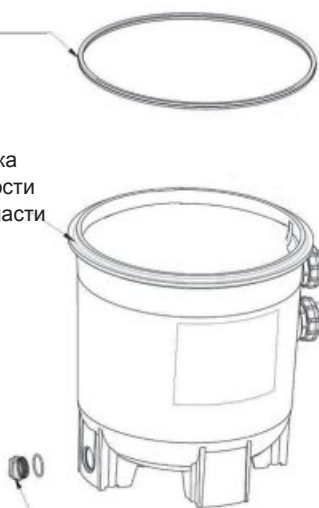
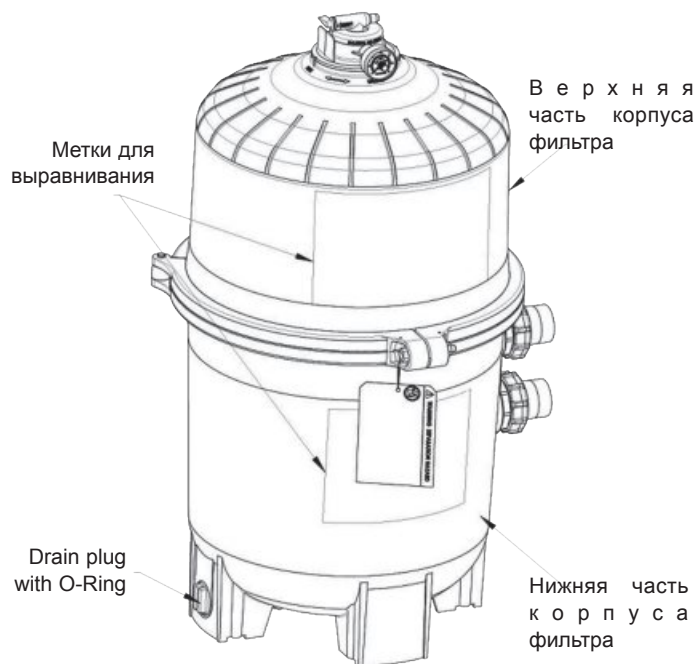

Рис. 4
Рис. 5
2. Закрыть дренаж фильтра. Примечание: Пробка фильтра требует наличия уплотнительного кольца. (См. Рис. 4)
- Снять пробку сливного отверстия фильтра (Рис.4) и спустить воду из фильтра.
2. Чистой ветошью следует протереть поверхность уплотнения нижней части корпуса фильтра (Рис.4). Запрещено использовать растворитель.
1. Разместить металлическую армированную прокладку на нижнюю часть корпуса фильтра (Рис. 4). Разместить верхнюю часть корпуса фильтра на армированную металлическую прокладку Hayward DEX2422Z2 и нижнюю часть корпуса фильтра в положение, которое не препятствует выполнению всех операций таким образом, чтобы были видны все метки и верхняя часть корпуса фильтра была отцентрирована по отношению к нижней части корпуса фильтра. Сильно прижать вниз для установки верхней части корпуса фильтра. (Рис. 5)
2. Установить заглушку фильтра. Концы заглушки фильтра должны установиться в закрепленном положении для безопасности таким образом, чтобы видны были эксплуатационные метки на корпусе фильтра (Рис.5).